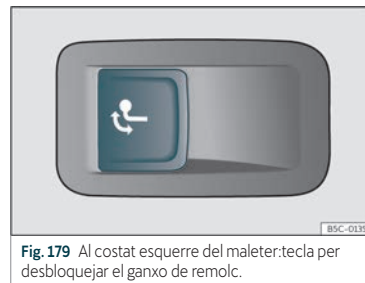

Fig. 179 Al costat esquerre del maleter:tecla per desbloquejar el ganxo de remolc.
- Estireu la tecla» **fig. 179** breument. El ganxo de remolc es desbloqueja elèctricament i es gira automàticament cap a fora. L'indicador de control de la tecla fa pampallugues.
- Estireu la tecla» **fig. 179** breument. El ganxo de remolc es desbloqueja elèctricament.
- Si l'indicador de control de la tecla »» **fig. 179** → fa pampallugues, significa que el ganxo de remolc encara no s'ha encastat correctament o que està malmès »» △.
- Si l'indicador de control» **fig. 179** → roman encès amb la porta posterior oberta, el ganxo de remolc està correctament encastat tant quan està extret com quan està escamotejat.
- No premeu mai la tecla» **fig. 179** quan hi hagi un remolc enganxat o hi vagi muntat un portaequipatges o altres accessoris sobre el ganxo de remolc.